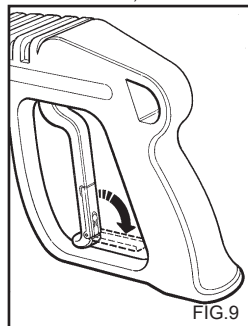

FIG.9
- Lukitse laitteen varressa oleva turvalaite silloin, kun laitetta ei käytetä. (Fig. 9).